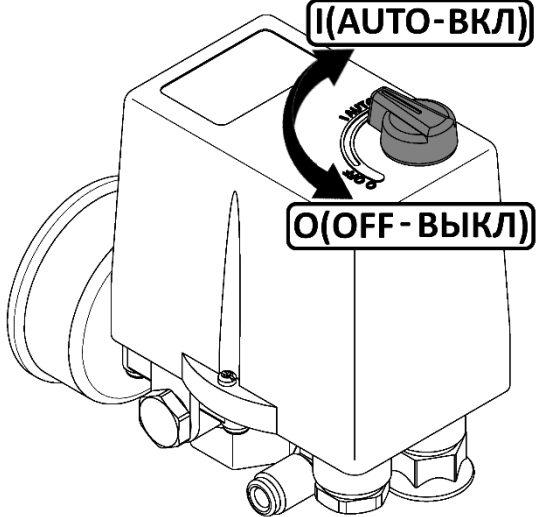

Рисунок 4
ПРИ ЭЛЕКТРИЧЕСКОМ ПОДСОЕДИНЕНИИ КОМПРЕССОРОВ С ТРЕХФАЗНЫМ ЭЛЕКТРОДВИГАТЕЛЕМ ОСОБОЕ ЗНАЧЕНИЕ ИМЕЕТ ЧЕРЕДОВАНИЕ ФАЗ, ТАК КАК ЭТО ОПРЕДЕЛЯЕТ НАПРАВЛЕНИЕ ВРАЩЕНИЯ ВАЛА ЭЛЕКТРОДВИГАТЕЛЯ, КОТОРОЕ ДОЛЖНО СООТВЕТСТВОВАТЬ НАПРАВЛЕНИЮ, УКАЗАННОМУ НА ЛОПАСТИ ШКИВА-ВЕНТИЛЯТОРА ПОРШНЕВОГО БЛОКА (РИСУНОК 4) ИЛИ СТРЕЛКЕ, РАСПОЛОЖЕННОЙ НА КРЫШКЕ ВЕНТИЛЯТОРА ЭЛЕКТРОДВИГАТЕЛЯ.
- Проверьте, чтобы выключатель на реле давления находился в выключенном положении "O" (рисунок 4).
- Выключить компрессор выключателем на реле давления. Для этого необходимо переключить выключатель в положение "OFF" (см. рисунок 4). После этого остановится электродвигатель и произойдет сброс давления из нагнетательного воздухопровода и поршневого блока.
7.3.2 Компрессор оборудован устройством защиты от перегрузок. При нарушении питания электрической сети, а также при работе с ПВ более 60% возможно автоматическое срабатывание защиты двигателя. Для пуска компрессора после срабатывания защиты выполните следующие действия: после того, как двигатель остынет до допустимой температуры, переключите выключатель на прессостате в положение "О" (см. рисунок 4), а затем включите компрессор, переключив выключатель в положение "I".